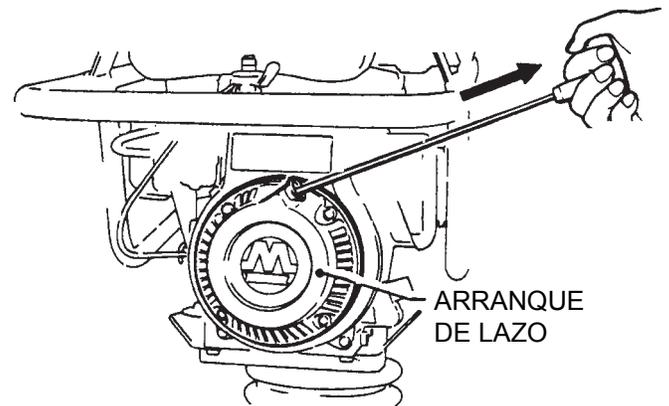

Figura 9. Arranque de lazo
4. Sostenga la manilla de la cuerda de arranque (Figura 9) y tírela hasta sentir una leve resistencia. Luego tire con fuerza y rapidez. Devuelva la manilla a la caja de arranque antes de soltar.